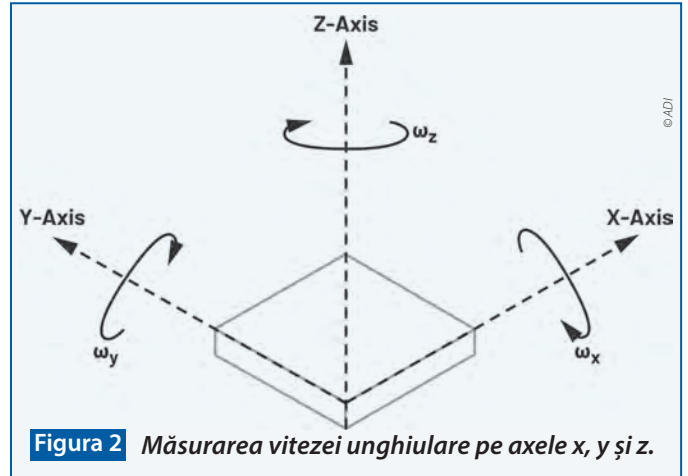

Figura 2 Măsurarea vitezei unghiulare pe axele x, y și z.
- **Giroscop triaxial:** Giroscopul măsoară viteza de rotație furnizând viteza unghiulară pe fiecare dintre cele trei axe. Giroscopul triaxial permite măsurarea vitezei unghiulare a robotului ( $\omega_x$ ,  $\omega_y$ ,  $\omega_z$ ) de-a lungul axelor x, y și z (figura 2).